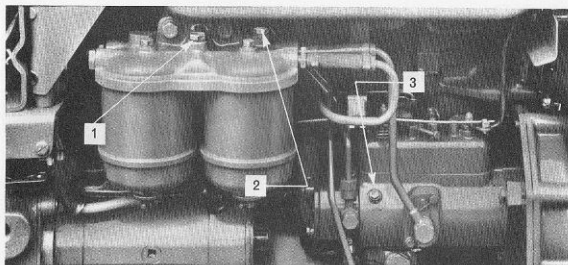

Fig. 61 Luftningspunkter i dieselmotorns bränslesystem (Major 4000)
2. Lossa returledningens luftskruv, fig. 61, och låt den vara öppen tills det utströmmande bränslet är
3. Lossa renarens luftskruv, fig. 61, och låt den vara öppen tills det utströmmande bränslet är fritt från luftbubblor. Drag sedan till skruven.
4. Lossa luftskraven på insprutningspumpen, fig. 61, och drag runt motorn tills det utströmmande bränslet är fritt från luftbubblor. Drag sedan till luftskraven.